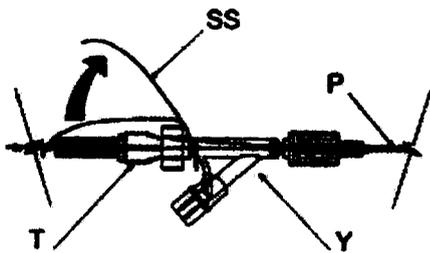

Fig. 18
- Corte o retire el sello de seguridad (SS). Fig. 18.